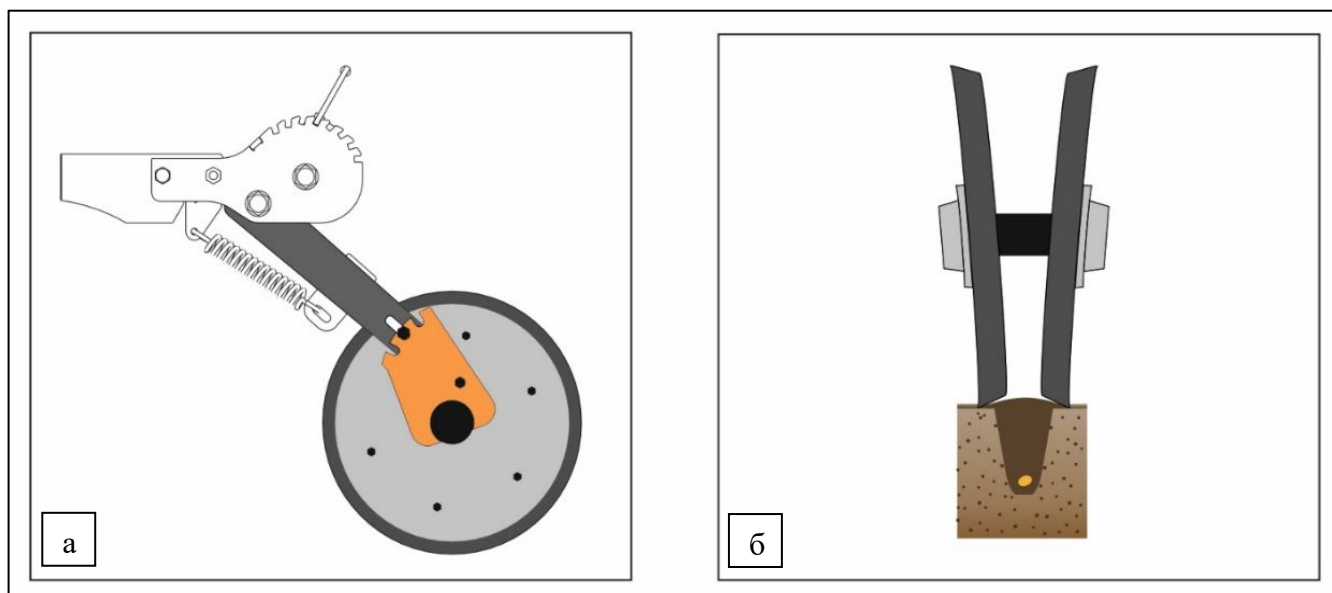

Рисунок 47 – Укрывающие колёса во втором положении (вид в разрезе):
Второе положение (рекомендуемое) – паз (2) кронштейна колёс. В таком положении укрывающие колёса укрывают борозду и прикатывают почву, рис. 47.